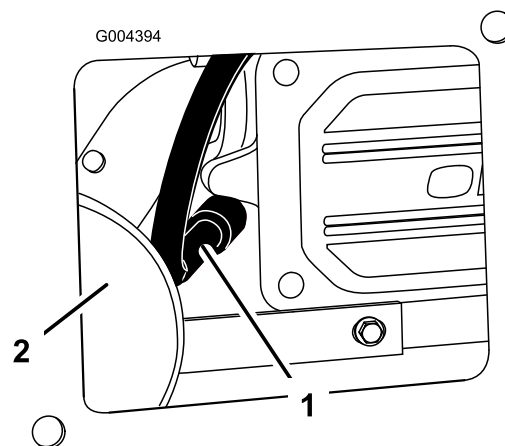

Bild 38
- Ziehen Sie den Zündkerzenstecker ab (Bild 38). Reinigen Sie den Bereich um die Zündkerze, um zu verhindern, dass Schmutz in den Motor fallen und Schäden verursachen kann.
3. Drücken Sie den Stecker auf die Zündkerze (Bild 38).